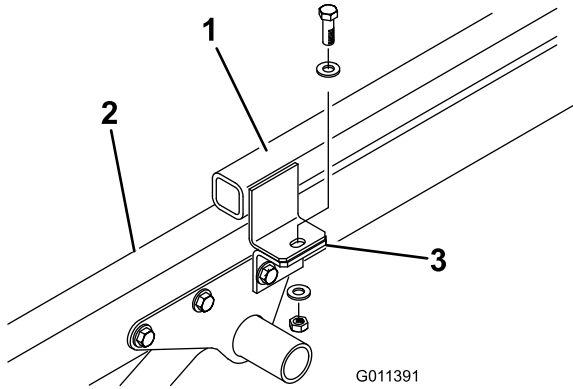

Bild 6
- Entfernen Sie die Kopfschrauben, die zwei Flachscheiben und Sicherungsmutter, mit denen jede Anbaugeräthalterung an den Anbauvorrichtungsrahmenlaschen befestigt ist (Bild 6).